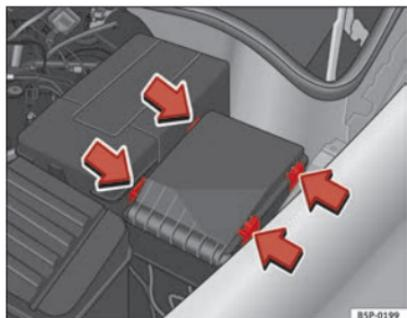

Fig. 186 No compartimento do motor: tampa da caixa de fusíveis.
- Pressione as patilhas de bloqueio no sentido indicado pelas setas para desbloquear a tampa da caixa de fusíveis → Fig. 186.